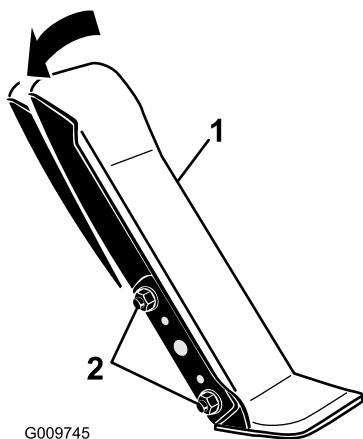

Figura 71
1. Afloje las dos tuercas y pernos que fijan el lado izquierdo del pedal de tracción al soporte (Figura 71).
2. Ajuste el pedal al ángulo deseado y apriete las tuercas (Figura 71).